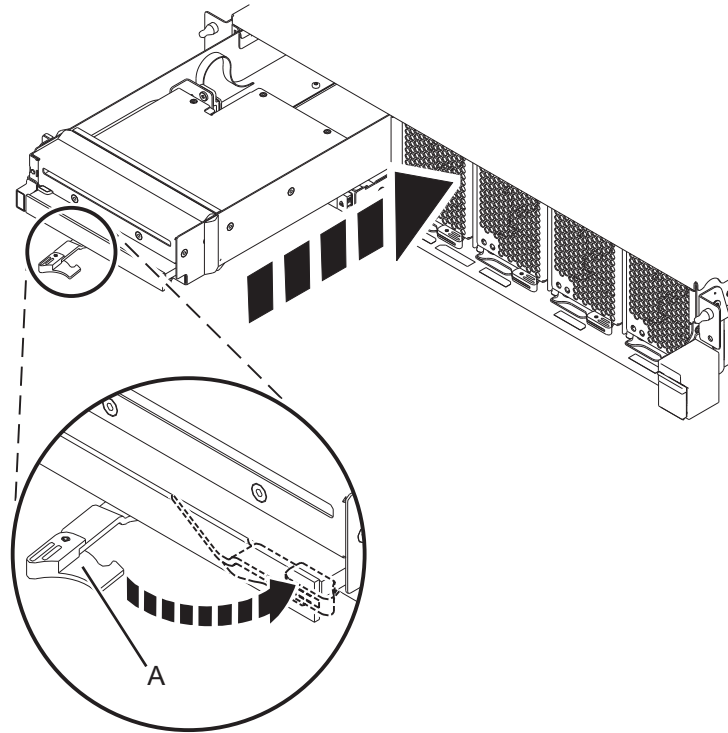

Abbildung 3. Flache Einheit für austauschbare Datenträger in einem Systemcontroller vom Typ 9080-MHE, 9080-MME, 9119-MHE oder 9119-MME installieren
- a. Stellen Sie sicher, dass der Griff der flachen Einheit für austauschbare Datenträger (A) auf offen gedreht ist; siehe Abb. 3.
- c. Schieben Sie die Einheit in das System und drehen Sie den Griff (A) in die angezeigte Richtung, bis die Verriegelung einrastet.